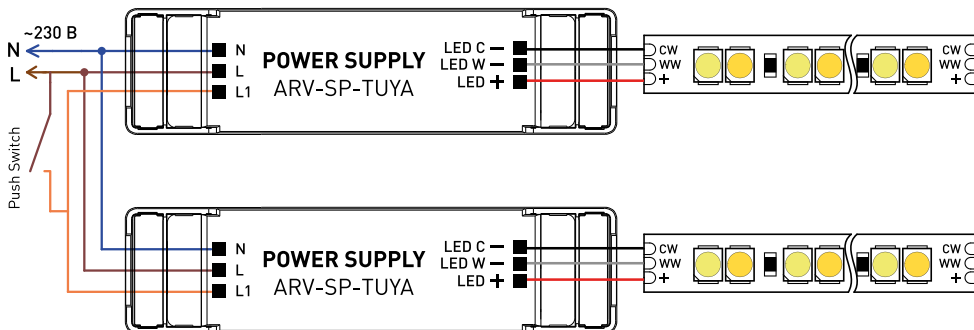

Рис. 3. Схема подключения двухканального источника питания с функцией Push DIM (для арт. 052988, 052990)
- 3.12. Для использования функций Push DIM (управление яркостью), Push CCT (управление цветовой температурой) необходимо подключить выключатель возвратного типа с нормально открытыми контактами к источнику питания согласно схемам на рис. 3. Для одноканальных источников питания (арт. 052987, 052989) используется только управление Push DIM.